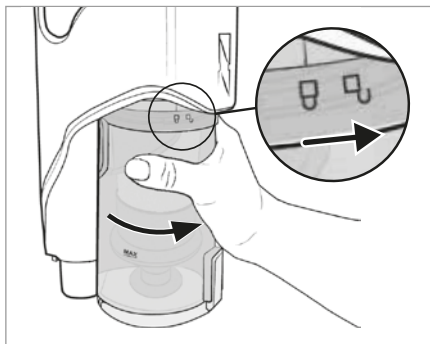

Fig. 25
- 9) Reinserire il contenitore di raccolta della polvere **7** nell'apparecchio e ruotarlo in direzione del simbolo **🔒** (chiudere) fino a quando non si innesta saldamente nell'apparecchio (vedere fig. 25).